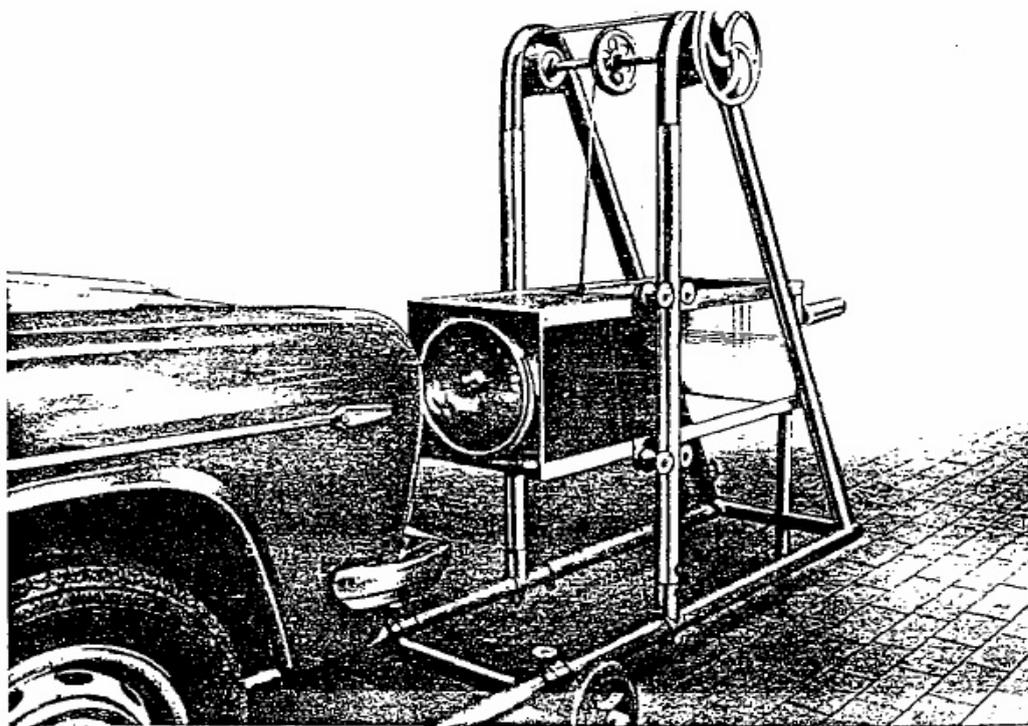

Fig. 33. - Contrôle des phares.
- Placer l'appareil 88075020, pour le réglage des phares, en face du feu code gauche (voir fig. 33) de façon à ce que le centre du phare de l'appareil soit en correspondance du centre du phare de la voiture et à une distance de 30 cm de celui-ci.